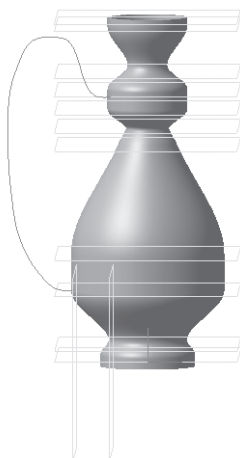

Рис. 268
- в **Дереве** построения появится новый элемент **Смещенная плоскость: 13**, а в окне модели – изображение новой плоскости виде прямоугольника (рис. 268);